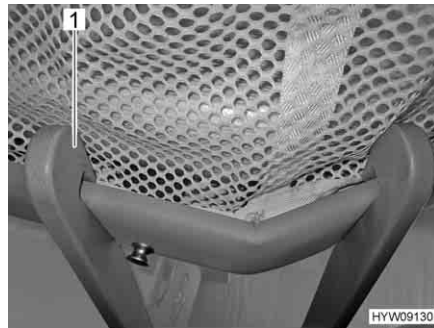

Fig. 61 Scaletta di accesso, agganciata
- Agganciare la scaletta di accesso al letto basculante con le due staffe (Fig. 61,1) infilate nel bordo del letto.